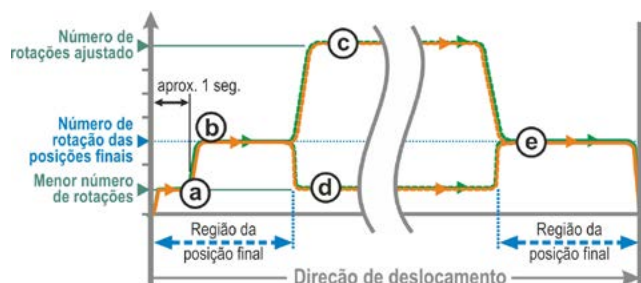

Fig. 1: Número de rotação de posição final 'normal'
- da posição final com o menor número de rotações, aprox. 1 seg. (fig. 1: curva **a**), para então ligar no número de rotações da posição final, veja **b**;